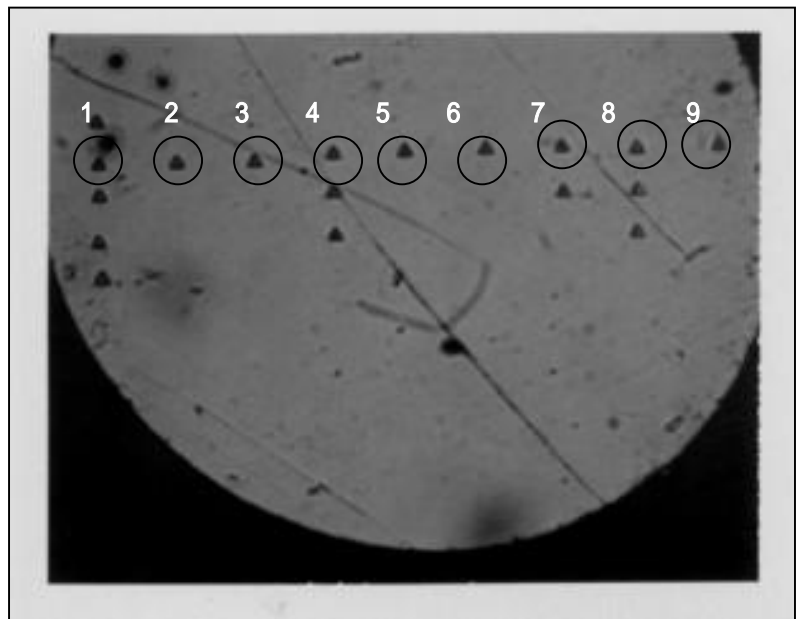

図6 圧痕の写真
- 4) 試験した測定番号1～9の圧痕の写真を**図6**に示します。